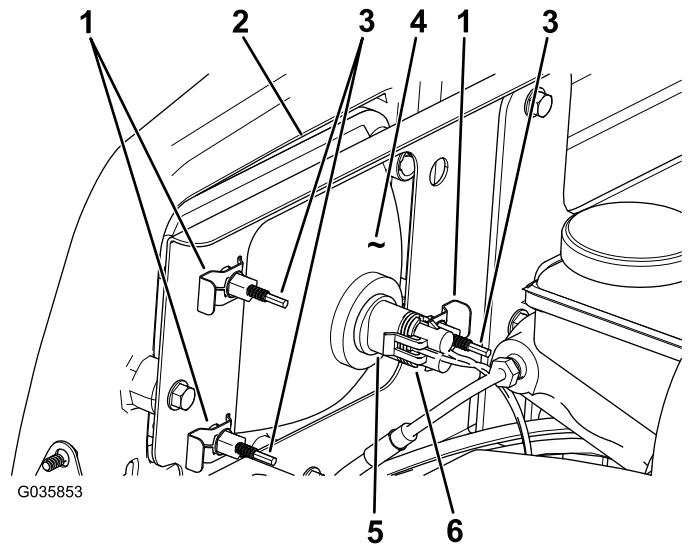

图 41
3. 将线束的电气接头与新灯总成的接头断开 图 41。
4. 卸下将大灯固定至大灯支架上的快速夹 图 41。
5. 将大灯总成从前保险杠的开口向前推出卸下大灯总成 图 41。
6. 通过保险杠开口将新大灯装入 图 41。
8. 将线束的电气接头与灯总成的接头连接 图 41。
2. 在大灯总成背面旋转调节螺丝 图 41以转动大灯总成调整光束投射的位置。